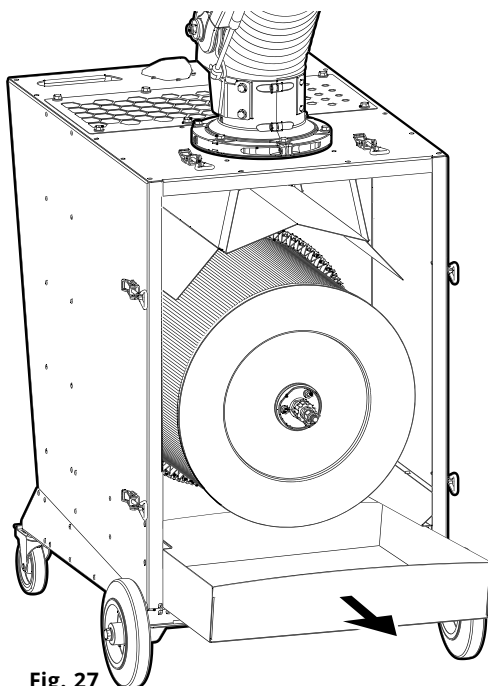

Fig. 27
5. Den Staubsammelbehälter entfernen (**Fig. 27**). Bei Bedarf den Behälter entleeren, siehe Abschnitt **8.4 Staubsammelbehälter entleeren**.
9. Den Staubsammelbehälter unter den Fallbehälter schieben, siehe **Fig. 27**.